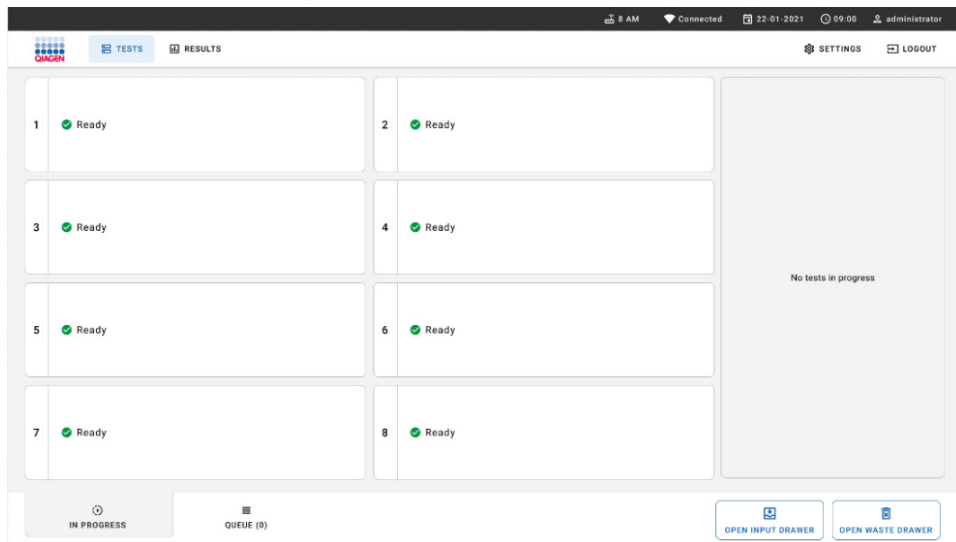

Figura 53. Ecran principal de testare.
1. Apăsăți butonul **OPEN WASTE DRAWER** (DESCHIDEȚI SERTARUL DEȘEURI) din colțul din dreapta jos al ecranului principal de testare (Figura 53).
- Închideți sertarul Waste (Deșeuri) după scoaterea cartușelor. Sistemul va scana tava și va reveni la ecranul principal (Figura 53). Dacă tava a fost scoasă din motive de întreținere, asigurați-vă că este introdusă corect înainte de a închide sertarul.
- Apăsați butonul **OPEN INPUT DRAWER** (DESCHIDEȚI SERTARUL DE INTRODUCERE) din colțul din dreapta jos al ecranului (Figura 53).